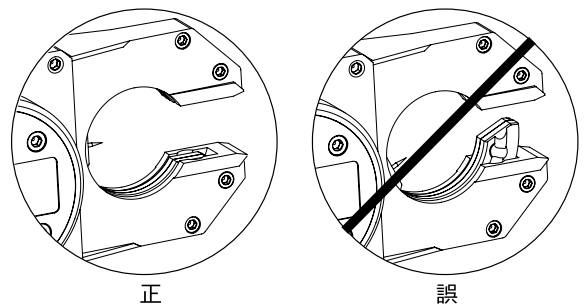

図 39：ローターの位置
3. ローターの位置が適切であることを確認します。図 39 をご参照ください。